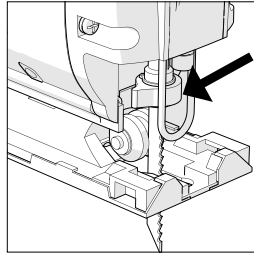

Abb. 1
1. MONTIEREN ODER DEMONTIEREN EINES SÄGEBLATTS (Abb. 1)
- Den Schließring des Futter nach vorne drehen und das Stichsägeblatt vollständig in das Futter schieben. Sicherstellen, dass der T-Bügel des Bajonettverschlusses vollständig im Futter eingerastet ist. **(Abb. 1)**